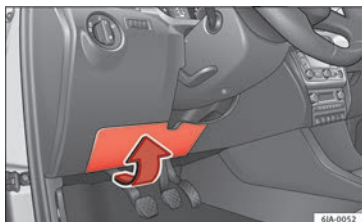

Fig. 54 Sur le tableau de bord côté conducteur : cache du boîtier de fusibles.
- Inclinez avec soin le cache dans le sens de la flèche et retirez-le » » fig. 54.